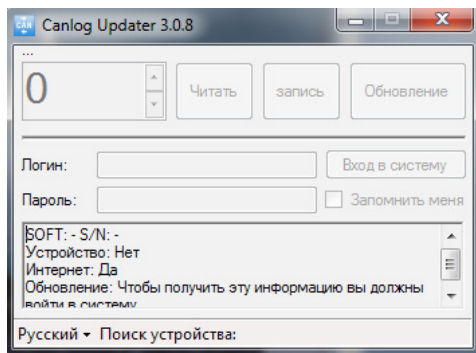

Рис.10. Программа Canlog Update.
2. Запустить программу «Canlog Updater» («UCanlogUpdater.exe»), Рис.10.